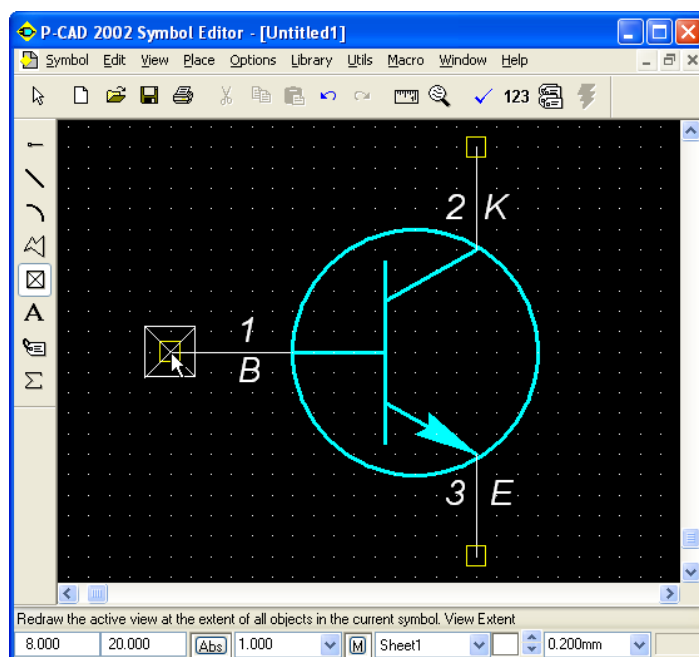

Рис. 4.33 - Формирование выводов транзистора
- Выполнить команду **Place Ref Point**. Поместить курсор в точку с координатами **(8; 20)** и щелкнуть **ЛК** (рис. 4.33).